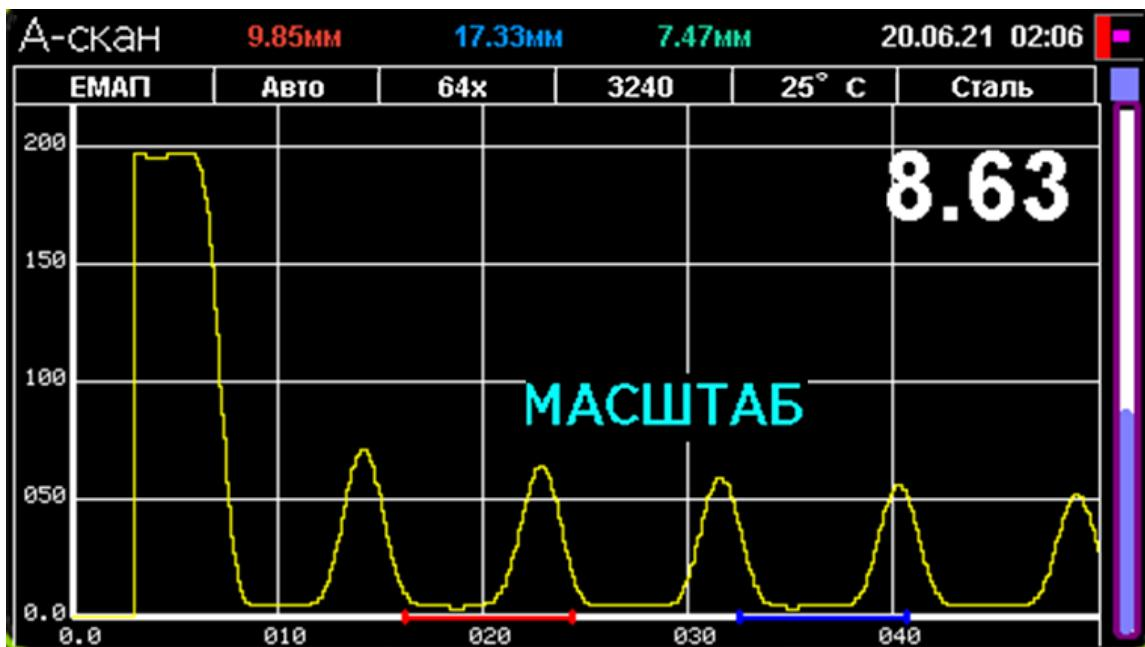

Рисунок 3.2 – Режим изменения масштаба на А-скане
3.2.2.1 Нажать на кнопку или . При этом на экране появится надпись «МАСШТАБ» (Рисунок 3.2).